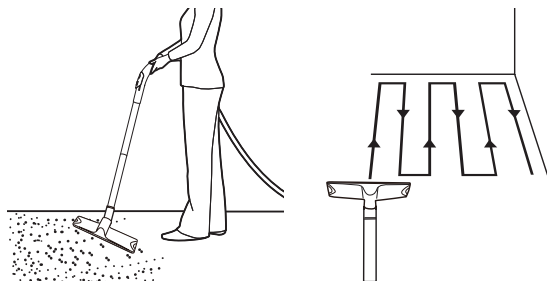

Fig. 21
- > Conecte el/los tubo(s) de extensión (14) a la agarradera del tubo (13a) si es necesario.
- > Avance en filas que se superpongan ligeramente. El patrón más eficaz son las líneas rectas en paralelo a uno de los lados. Así se consiguen filas similares y se garantiza la limpieza de toda la superficie sin que queden lugares sin aspirar (Fig. 21).